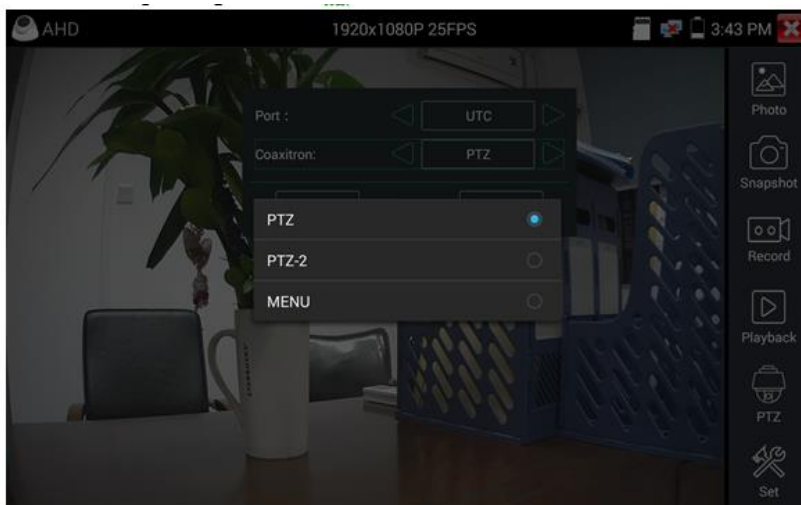

Рис. 119 Настройки для управления PTZ TVI видеокamерой по коаксиальному кабелю
- 3) В строке Coaxitron выберите соответственно PTZ или PTZ-2. AHD видеокамеры в отличие от CVI и TVI используют несколько протоколов для управления по коаксиальному кабелю (рис. 119);